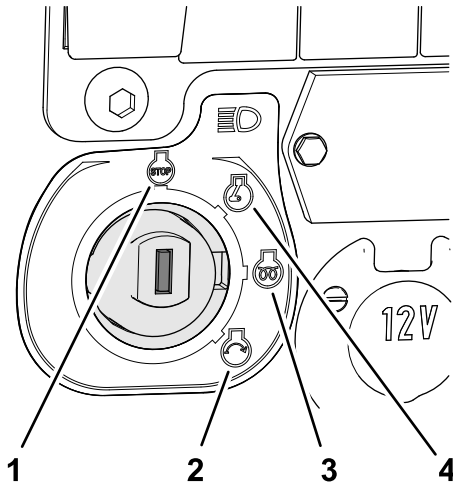

Bild 33
2. Drehen Sie den Zündschlüssel auf die BETRIEB-Stellung (Bild 33).